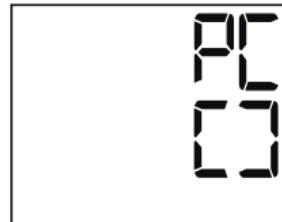

Fig. 1
■ Lancez le transfert de données dans le logiciel pour PC « medi.connect ». Une animation apparaîtra sur l'écran pendant le transfert de données. Un transfert de données réussi est représenté sur l'écran du tensiomètre comme dans la Fig. 1.